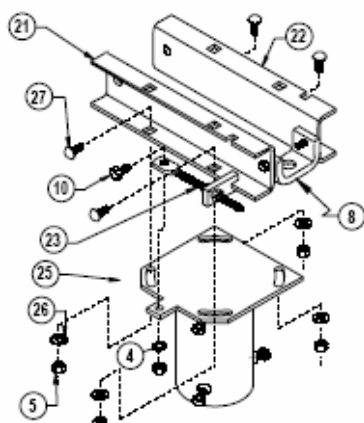
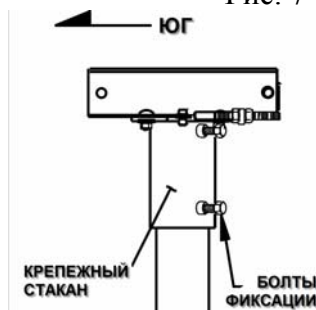

Рис. 7-0
Рис. 7-2
1. Надеть оголовок (25) на трубу опоры. Собрать и прикрепить два швеллера (21, 22) к оголовку с помощью винтов (27) М12х35 мм (4 шт.), шайб и гаек (5, 26), как показано на Рис. 7-0. Отпустить болты цапфы (8). Закрепить болт регулировки азимута (23) к стакану болтом М12 х 30 мм с разрезной шайбой и гайкой (4, 5, 10). Ориентировать всю сборку относительно направления на Юг и временно подтянуть фиксирующие азимутальные болты, как показано на Рис. 7-2.